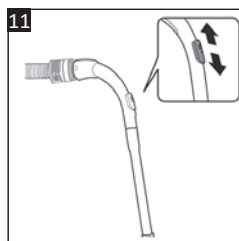

Рис. 11
- Якщо важко переміщати щітку для підлоги (18) по підлозі або паркету, ви також можете відрегулювати потужність всмоктування за допомогою регулятора потужності всмоктування (8) на ручці шланга (рис. 11). Для регулювання посуňte перемикач вгору/вниз.